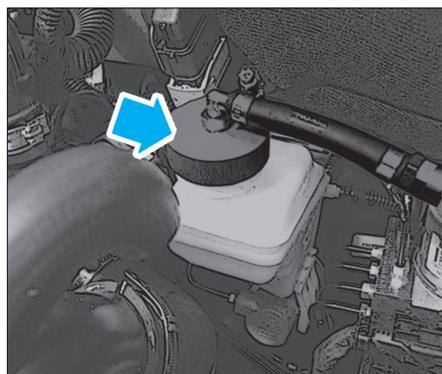

Fig. 6
- Visser l'adaptateur (flèche) de l'appareil de purge à la place du bouchon de réservoir (Fig.6).